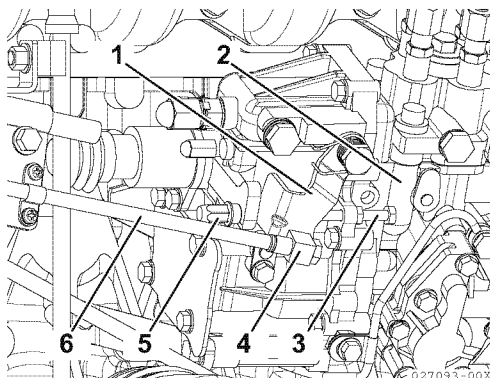
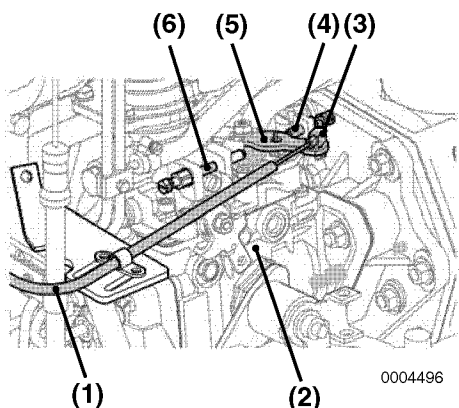

Abbildung 5
Abbildung 6
1. Zum Einstellen die Einstellschraube (**Abbildung 5, (4)**) oder Kabelverschraubung (**Abbildung 6, (3)**) für das Fernsteuerungskabel auf der Motorseite lockern und einstellen.
2. Zunächst den Anschlagspunkt (**Abbildung 5, (5)**) oder (**Abbildung 6, (6)**) für hohe Drehzahl einstellen und danach für niedrige Drehzahl (**Abbildung 5, (3)**) oder (**Abbildung 6, (4)**), unter Verwendung der Einstellschraube am Fernbedienungshebel (**Abbildung 5, (1)**) oder (**Abbildung 6, (5)**).